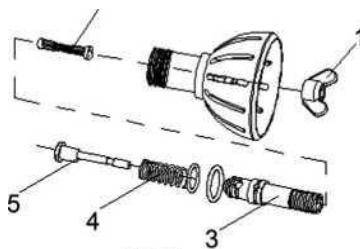

Рис. 5
Открутите форсунку (7) и сопло (8), рис.1. Извлеките цилиндр распылителя (3) с поршнем (5), пружиной (4) и клапаном (2), рис.5. Извлеките из цилиндра распылителя клапан поместите все части в растворитель, очистите и слегка смажьте силиконовой смазкой. Соберите краскораспылитель в обратном порядке.